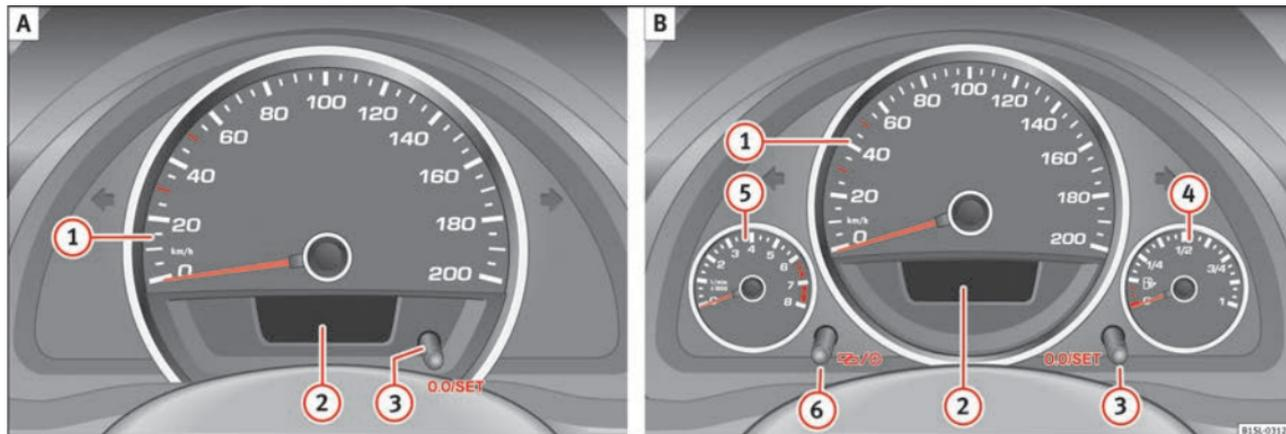

Abb. 95 Kombiinstrument in der Instrumententafel: Variante 1 (A) und Variante 2 (B).
» Abb. 95:
Im Display des Kombiinstruments »» **Abb. 95** ❷ können je nach Fahrzeugausstattung verschiedene Informationen angezeigt werden:
Die Anzeige des Service-Ereignisses erfolgt im Display des Kombiinstruments »» **Abb. 95**